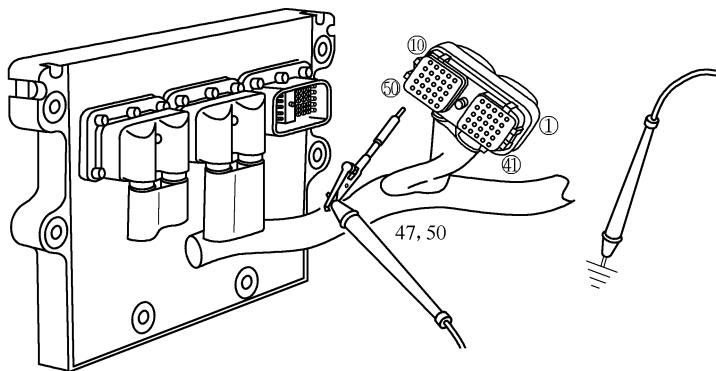

图 3-3 分别测量触针 47、50 与机体间的电阻
① 断开钥匙开关, 从该传感器上断开发动机线束, 拆卸发动机位置传感器。
② 检查传感器端部上有无碎屑, 检查是否有凸轮轴齿轮或飞轮齿圈造成的传感器损坏、机油泄漏或绝缘层损坏和传感器感应端电气密封损坏。若有损坏, 应清洁、维修或更换发动机位置传感器。
① 断开钥匙开关, 从该传感器上断开发动机线束。
② 测量发动机位置传感器触针 A 与 D、B 与 C 之间的电阻, 应在 $1000 \sim 2000\Omega$ 。若不在此范围, 应更换发动机位置传感器。
② 测量该传感器触针 A 与 B 之间的电阻, 应大于 $100\text{k}\Omega$ 。若电阻不大于 $100\text{k}\Omega$, 应更换发动机位置传感器。
① 断开钥匙开关, 从 ECM 上断开传感器线束插头。
② 分别测量传感器线束插头触针 47、50 与机体间的电阻(图 3-3), 应大于 $100\text{k}\Omega$ 。若电阻不大于 $100\text{k}\Omega$, 维修或更换发动机线束。